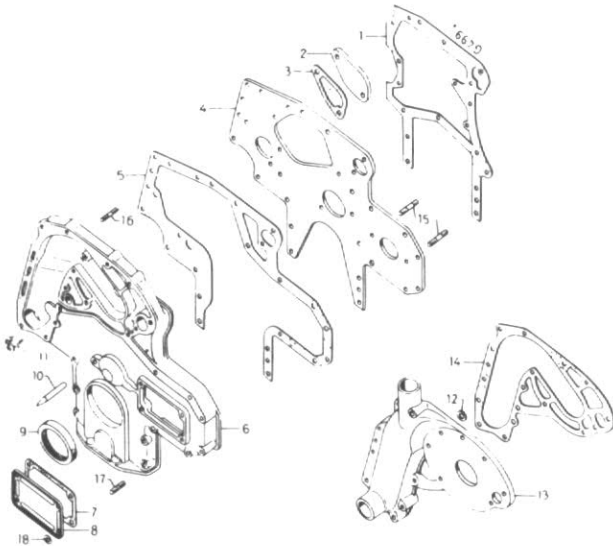
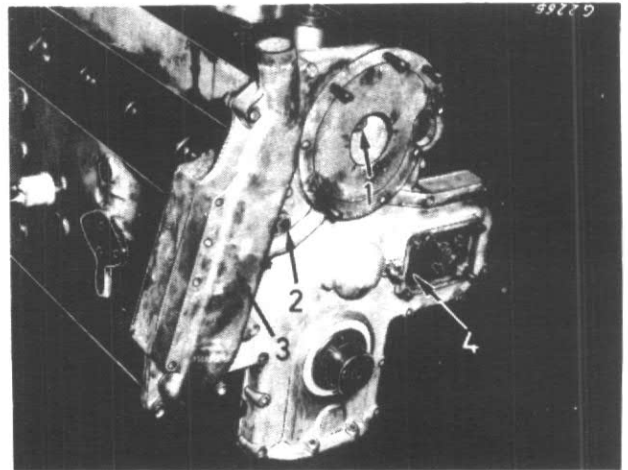

Figure 70
Figure 72
NOTE: Sur les moteurs dotés de passage d'eau (13), fig. 70 le couvercle AV du carter moteur se fixe également par un goujon (1) fig. 72 situé derrière la pompe à eau au-dessus du pignon fou.
Le couvercle AV du carter moteur (6) fig. 70 est en alliage léger. Il assure l'étanchéité des pignons de distribution et renferme le joint d'huile AV du vilebrequin ainsi que l'index de calage.
Démontez le ventilateur, la poulie, l'alternateur, le flexible du thermostat, la bride (2) fig. 70 et la pompe à eau suivant les indications des chapitres respectifs.
Il faut également démonter le passage d'eau (3) fig. 72.
Utilisez du liquide d'étanchéité lors du montage de l'index de calage (10) fig. 70.